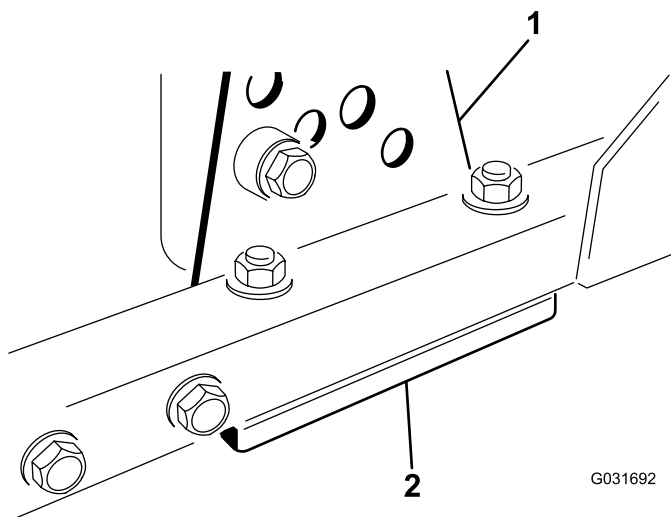

Рисунок 67
1. Снимите кронштейн высоты скашивания (передний, левый или правый) с рамы деки (Рисунок 67).
2. Установите регулировочные прокладки толщиной 1,5 мм и/или 0,7 мм между рамой деки и кронштейном, чтобы получить необходимую регулировку высоты (Рисунок 67).